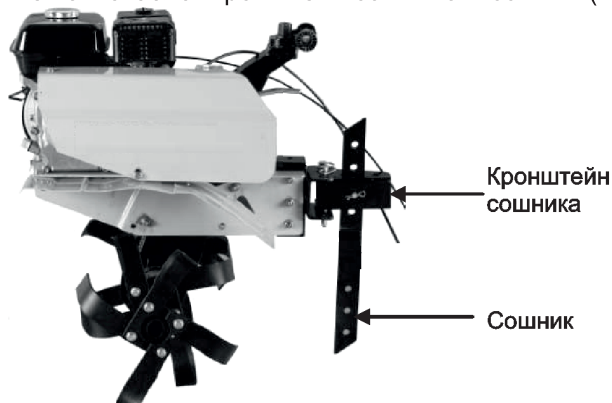

Рис. 5
5. Установите на мотоблок кронштейн сошника и сошник (Рис. 5)